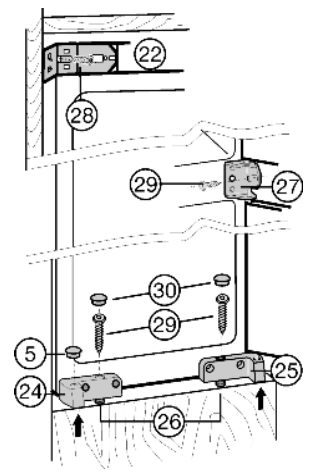

Fig. 15
- ▶ Закрепите устройство сверху: Прижмите устройство к мебельной стенке и закрутите винт для стружечной плиты Fig. 15 (28) через крепежный уголок Fig. 15 (22).
- ▶ Зафиксируйте устройство посередине: с помощью крепежного винта Fig. 15 (27) и винта для стружечной плиты Fig. 15 (29).
- ▶ Закрепите устройство снизу: при помощи винтов для стружечной плиты Fig. 15 (29) через регулировочные винты Fig. 15 (26) в кронштейне Fig. 15 (24) и кронштейне Fig. 15 (25).